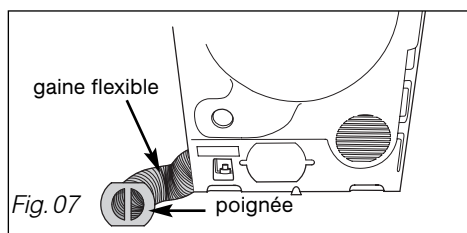

Fig. 07
– **Sortie d'air latérale droite** (Fig.07)